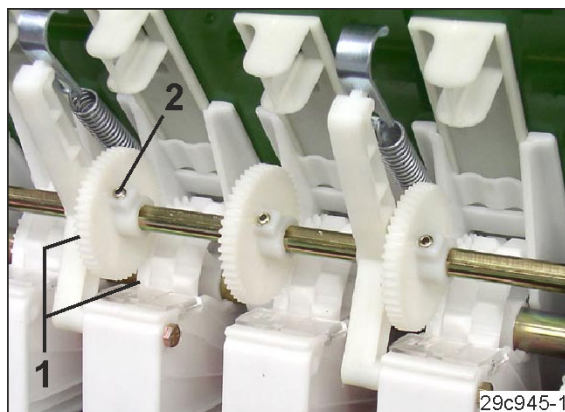

Fig. 130
13. Engranar los dientes (Fig. 130/1) de los piñones de accionamiento y las ruedas de sembrado fino que trazan calles.